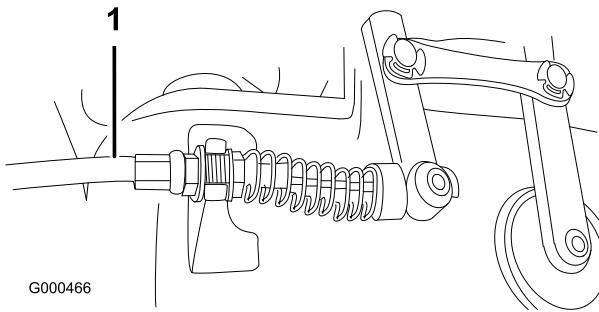

Figura 45
2. Per aumentare la tensione del cavo allentate il controdado anteriore del cavo e serrate il controdado posteriore del cavo (Figura 45) (sopra la scatola ingranaggi) finché la forza del cavo del cilindro non aumenta di 3,2 – 4,5 kg, alla manopola di comando.